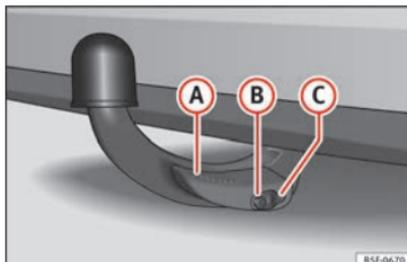

Abb. 239 Ordnungsgemäß befestigter abnehmbarer Kugelkopf
- Der Hebel **(A)** **» Abb. 239** ist vollständig angehoben.
- Der Entriegelungsbolzen **(B)** **» Abb. 239** steht komplett heraus (sein rot-grüner Teil ist sichtbar).
- Die Abdeckung **(C)** **» Abb. 239** sitzt auf dem Schloss.